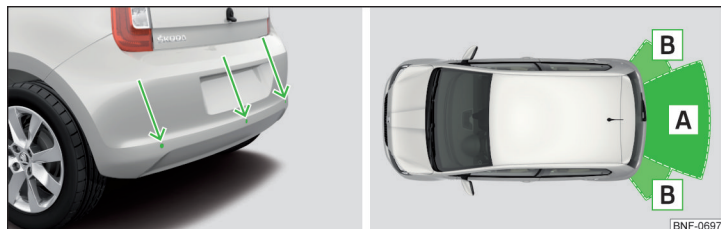

Fig. 128 Sensorernes placering / Sensorernes rækkevidde
- Hold systemets sensorer » Fig. 128 på side 98 rene og fri for sne og is, og dæk dem ikke til med nogen former for genstande, da systemets funktion ellers kan blive begrænset.
Systemet beregner afstanden mellem stødfangeren og en forhindring ved hjælp af ultralydsbølger. Ultralydssensorerne sidder i den bageste stødfanger » Fig. 128.
Sensorernes omtrentlige rækkevidde » Fig. 128